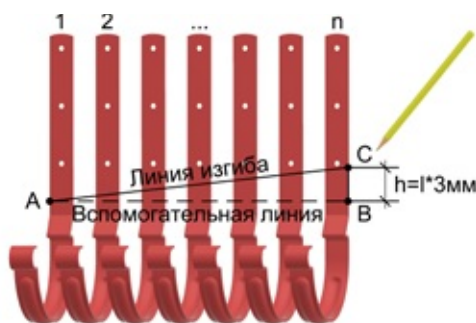

Рис. 4 Разметка кронштейнов для последующего изгиба.
4.1.2 Затем следует уложить и выровнять пронумерованные кронштейны. От предварительно найденной точки А необходимо провести перпендикуляр и получить точку В (вспомогательная линия АВ на рис. 4). Далее от точки В следует отложить величину равную расстоянию на карнизном свесе между первым и последним кронштейном в метрах * 3 мм. То есть, если расстояние между кронштейнами 5 м, то $5 * 3 = 15$ мм. Таким образом получается точка С. Затем необходимо соединить точки А и С. Полученный отрезок и есть линия изгиба.